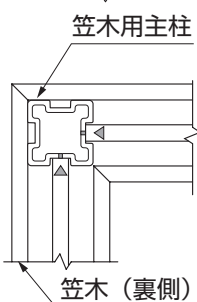

図7-3
- ① 笠木取付金具の取付け位置は、図7-3を参照して下孔をあけてください。